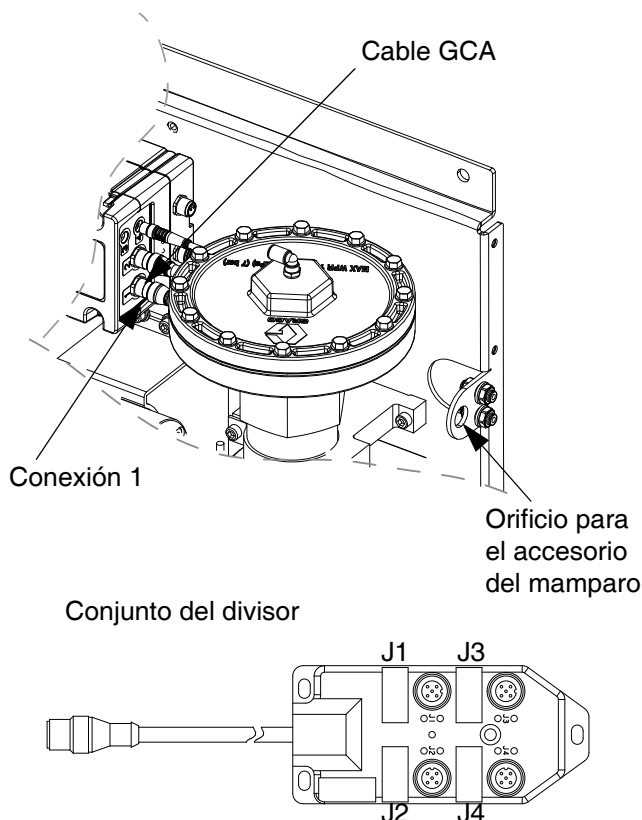

FIG. 19: Monte el Kit de conexión
1. Instale el racor del mamparo (incluido en el kit) en el orificio vacío en la placa de fluido. Consulte la FIG. 19 en la página 29.